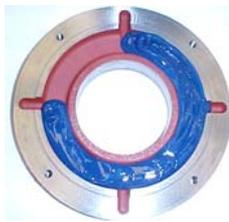

Abbildung 7.5: Äußerer Lagerdeckel
- Füllen Sie bis zu $\frac{3}{4}$ der Hohlräume der inneren und äußeren Lagerdeckel mit empfohlenem Fett (Abbildung 7.5) und schmieren Sie das Wälzlager mit ausreichend Fett vor seiner Montage.